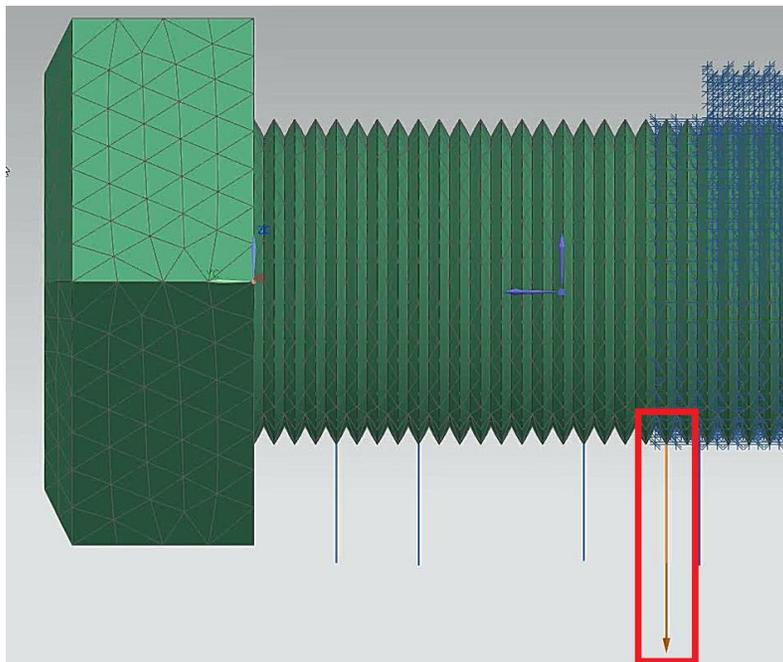

Figura 5.36 Selección de dirección del vector.
- Dar click en una de las líneas de referencia y dar click en *Ok* (Figura 5.36).